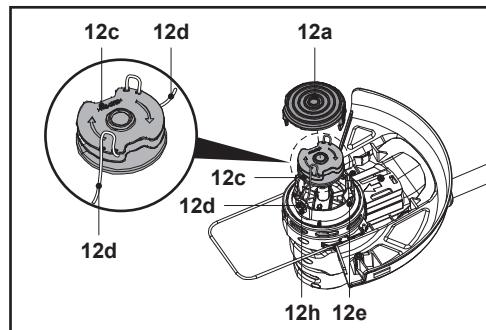

Fig. 24
- Eliberează firul de tăiere (12d) din creștături și ține-l în poziție. Evită ca firul de tăiere (12d) să iasă din bobină (12c) (fig. 24, pasul 1).
- Dirijează capătul firului prin inelul de prindere (12h) de pe carcasa (12e) (fig. 24, pasul 2).
- Introdu bobina de tăiere (12c) în carcasa (12e) (fig. 24, pasul 3). Rotelește bobina până când se blochează în poziție.